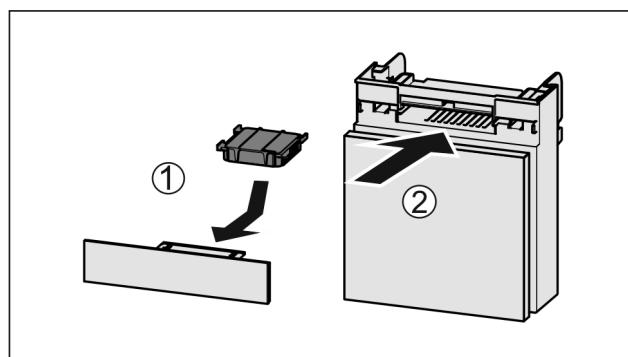

Fig. 92
- Установите фильтр с активированным углем, как показано на рисунке Fig. 92 (1).
- Вставьте отделение Fig. 92 (2).